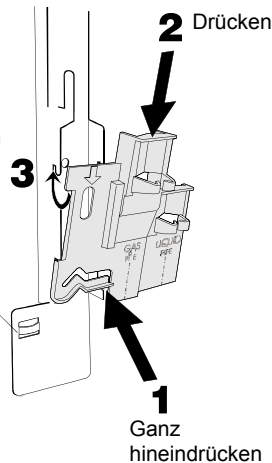

Abb. 7-2
- Setzen Sie die Leitungsschablone am Wandträger an. (Abb. 7-1, Abb. 7-2)
- ❑ Bringen Sie die Muttern für die (mittlere) Rohrleitung in dem Vorsprung an der mitgelieferten Schablone an. (Abb. 7-2)